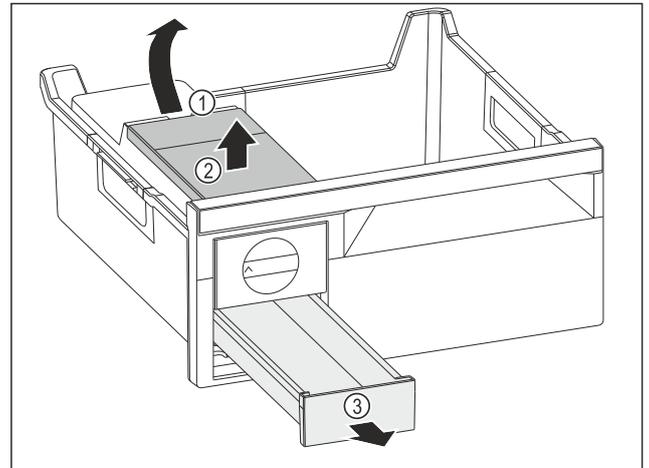

Fig. 86
- ▶ Wassertank entnehmen: Wassertank an der Aussparung Fig. 86 (1) anheben.
- ▶ Wassertank Fig. 86 (2) nach oben entnehmen.
- ▶ Eiswürfelschubfach Fig. 86 (3) nach vorne entnehmen.